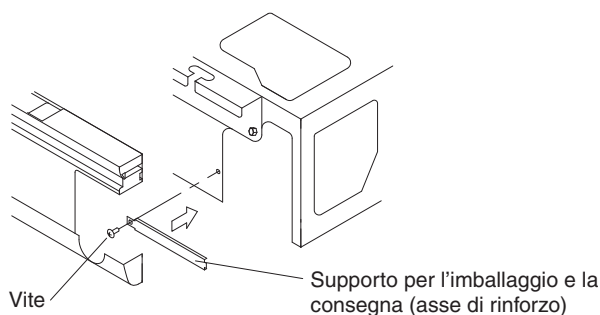

Fig. 30
- Una volta terminata la posa in opera delle tubazioni di scarico, installare il supporto per l'imballaggio e la consegna (asse di rinforzo), rimosso nella sezione **"6. POSA IN OPERA DELLE TUBAZIONI DEL REFRIGERANTE"**. Tuttavia, non è necessario installare il supporto per l'imballaggio e la consegna sul lato destro (asse di rinforzo). **(Fare riferimento alla Fig. 30)**